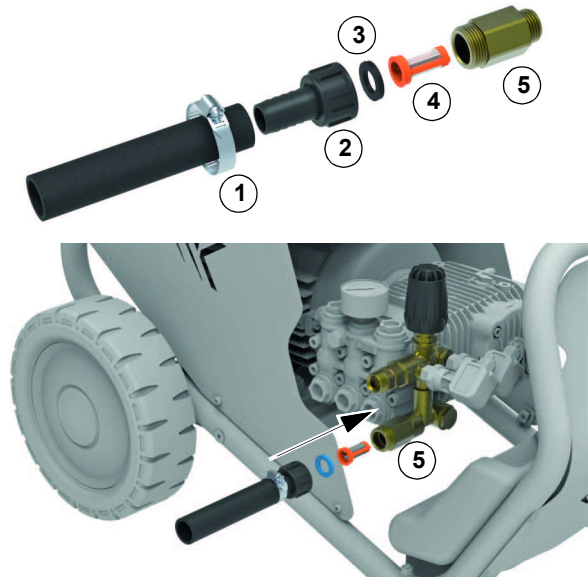

Abb. 7: Montage
Schritt 3: Die Dichtung (Pos. 3, Abb. 7) und die Wasserzulauf-Filterpatrone (Pos. 4, Abb. 7) in den Wasseranschluss (Pos. 5, Abb. 7) einsetzen und den Wasserzulauf-Schlauchanschluss (Pos. 2, Abb. 7) anschrauben.
Schritt 4: Den Hochdruckreiniger mit Hilfe des Handgriffs (Pos. 3, Abb. 4) an den Arbeitsplatz bringen. Einen Zuleitungsschlauch mit einem Innendurchmesser von 19 mm mit der mitgelieferten Schelle (Pos. 1, Abb. 7) an den Wasseranschluss (Pos. 2, Abb. 7) anschließen.
Wöchentlich	Reinigung des Wasserzulauffilters (Pos. 4, Abb. 7) → Den Wasserzulaufschlauch abschrauben und den Filter entfernen. Den Filter unter fließendes Wasser halten oder mit Druckluft ausblasen. Bei Bedarf ein Anti-Kalk-Mittel zur Reinigung verwenden oder den Filter austauschen.